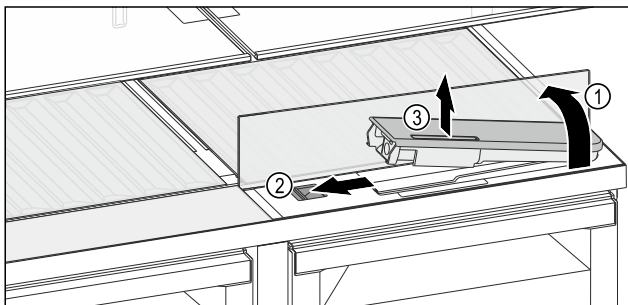

Fig. 131
- Glasplaat heffen en tot de aanslag naar achter klappen Fig. 131 (1).
- Schuif Fig. 131 (2) naar links schuiven.
- Waterreservoir eruit halen Fig. 131 (3).